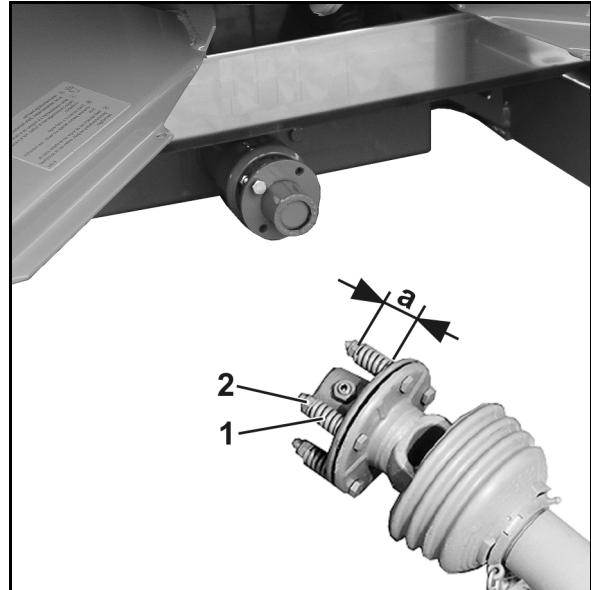

图 91
2. 拧开螺母（图 91/2），消除弹簧（图 91/1）拉力。